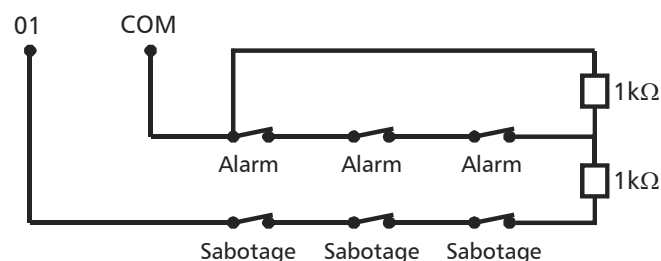

Abb. 9: Prinzip der Widerstandsüberwachung (hier Linie 01)
- Über jeden Alarmkontakt muss ein 1 kΩ Widerstand parallel angeschlossen werden (siehe Abb. 9).
- Pro Meldelinie können bis zu 5 Alarmkontakte in Reihe angeschlossen werden (siehe Abb. 9).